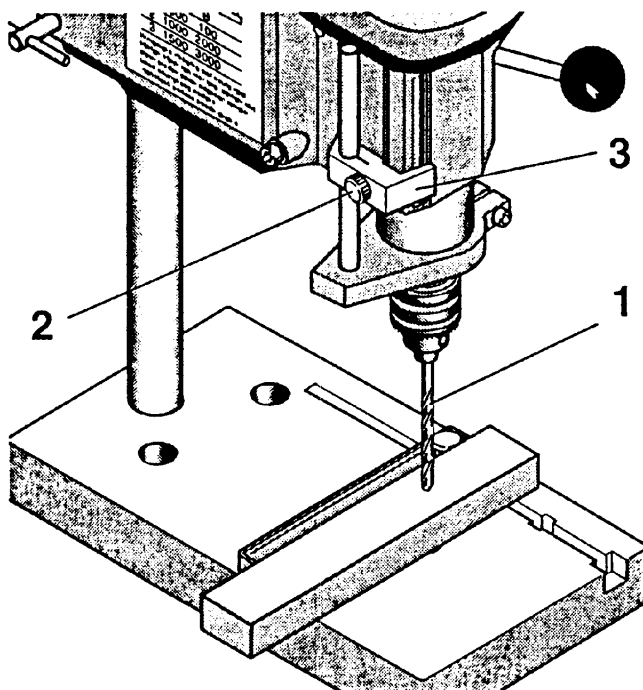

Fig. 11
1. Mit dem Bohrhebel die Pinole so weit absenken, bis der Bohrer 1 (Fig. 11) das Werkstück berührt.
2. Klemmschraube (2) lösen.
3. Skalenzeiger (3) auf gewünschte Bohrtiefe (max. 30 mm) einstellen und Klemmschraube wieder festziehen.
1. Use the drill feed lever to lower the quill until the drill 1 (Fig. 11) touches the work piece.
2. Loosen the clamping screw (2).
3. Adjust the scale pointer (3) to the required drilling depth (max. 30 mm) and retighten the clamping screw.
1. Abbassare il canotto con la leva di avanzamento finché la punta 1 (fig. 11) tocca il pezzo.
2. Allentare la vite d'arresto (2).
3. Impostare l'indice della scala (3) sulla profondità di foratura desiderata (max. 30 mm) e serrare di nuovo la vite d'arresto.